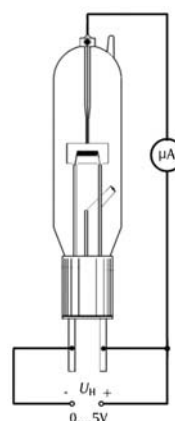

Fig. 2a Struttura del circuito per la dimostrazione dell'effetto Edison mediante un multimetro
- Realizzare il collegamento come illustrato nella fig. 2a/b.